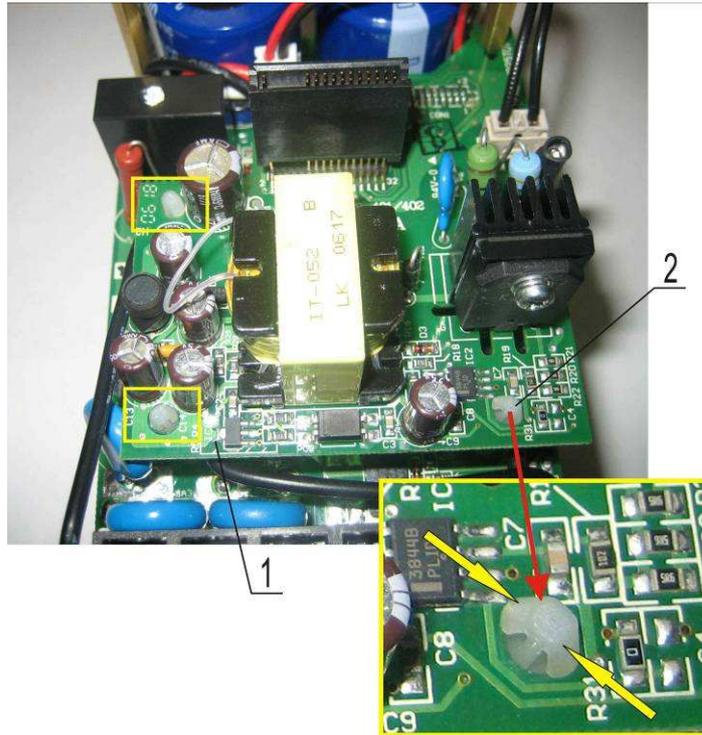

Рис. 7.16
7.4.1. Установить плату 1 (рис. 7.16).
7.4.2. Вставить ответную часть разъема с обратной стороны платы 1 в разъем на плате драйверов, совместив отверстия платы 1 с тремя стойками 2 (рис. 7.16). Приложить рукой вертикальное усилие вниз до щелчка.